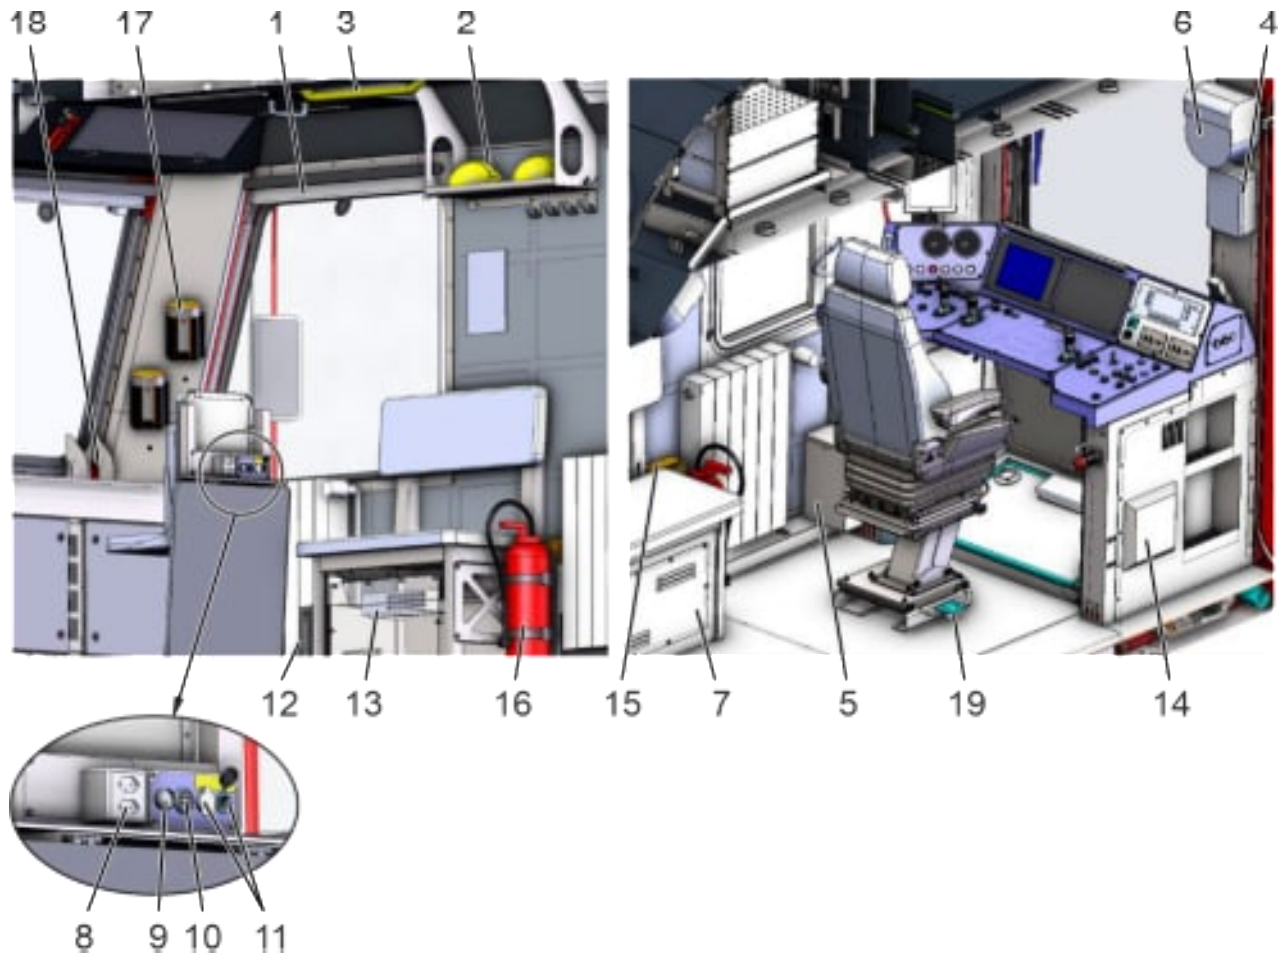

Abb. 8: Führerstand
Alle Fenster sind mit blickdichten Rollos, siehe Abb. 8 (1) versehen. Die Front- und Heckscheiben sowie die Türscheibe sind als beheizbare Sicherheitsscheiben aus Verbund sicherheitsglas ausgeführt. Das feste Seitenfenster neben den Führerpulten ist ebenfalls elektrisch geheizt. Die Schiebefenster der Seitenscheiben dienen auch als Notausstieg.